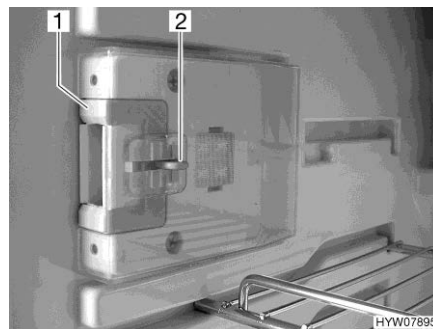
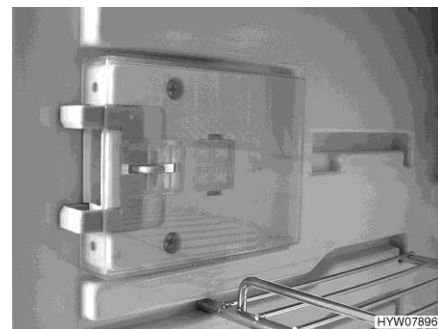

Fig. 177 Dispositivo di chiusura (posizione normale)
Fig. 178 Dispositivo di chiusura (posizione di ricircolo d'aria)
- Premere il dispositivo di sblocco (Fig. 177,2).
- Spingere il dispositivo di chiusura (Fig. 177,1) in avanti (Fig. 178).